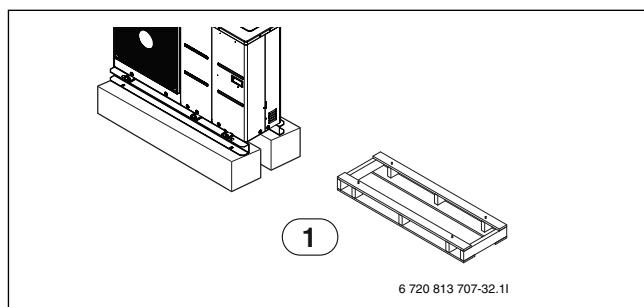

Рис. 9
- ▶ Снимите палету (деревянную опору) (→ рис. 9) с нижней стороны базового поддона перед фиксацией болта. Ее использование может привести к тому, что положение блока станет неустойчивым, а также к замерзанию теплообменника, результирующим в нештатный режим эксплуатации устройства.
- ▶ Снимите палету (деревянную опору) (→ рис. 9) с нижней стороны блока перед сваркой. Если не удалить палету (деревянную опору), существует опасность возгорания во время сварки.